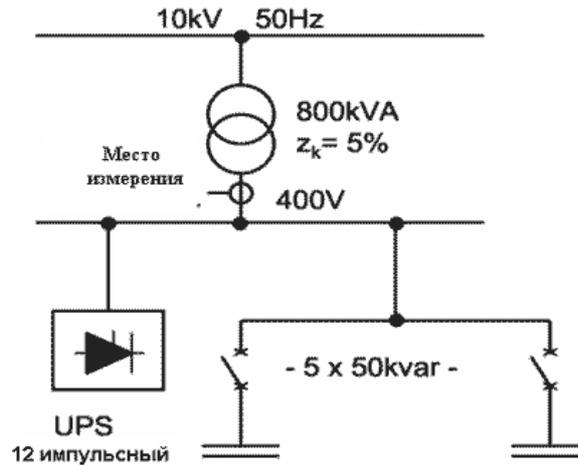

Рисунок 1. Место проведения измерения в цепи.
При моделировании конфигурации электрической сети и нагрузок, на первом этапе составляется схема замещения, изображенная на рис. 1. Параметры данного участка сети определяются из результатов замеров полного сопротивления (Z) петли фаза – нуль. При заданном $\cos \Phi = 0,95$ и соотношения $Z = R + jX$ определяем $R = 1$ Ом и $X = 0,314$ Ом, где $X = 2\pi fL$. При этом $L = 1$ мГн. Параметры нагрузок определяются из паспортных данных или путем измерений. Коэффициент мощности нагрузок $\cos \Phi = 0,48$.